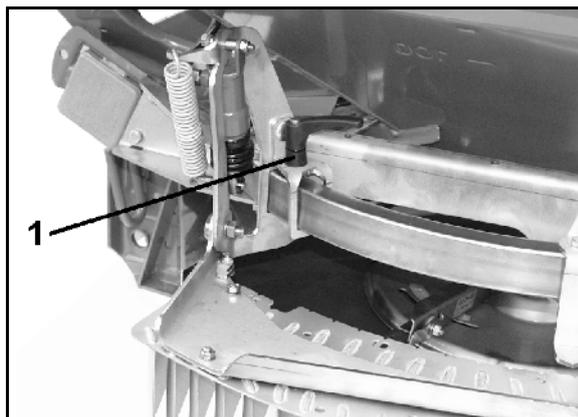
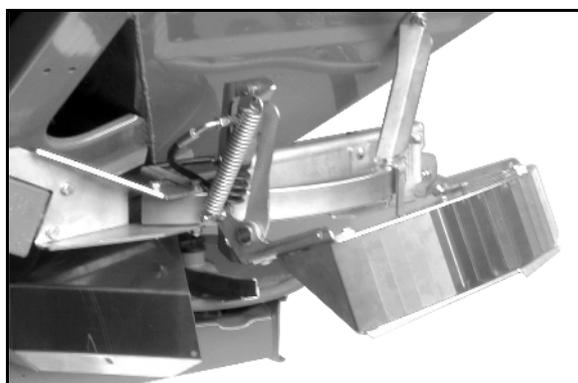

Fig. 74
Fig. 76
La valeur de réglage doit être relevée dans le tableau d'épandage (Fig. 74).
2. Déplacez le déflecteur sur l'étrier de guidage (Fig. 76/1) jusqu'à ce que le repère (Fig. 76/2) soit sur la valeur de réglage indiquée dans le tableau d'épandage (Fig. 74).